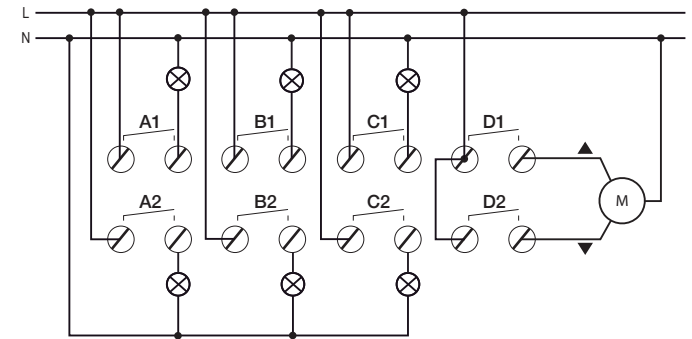
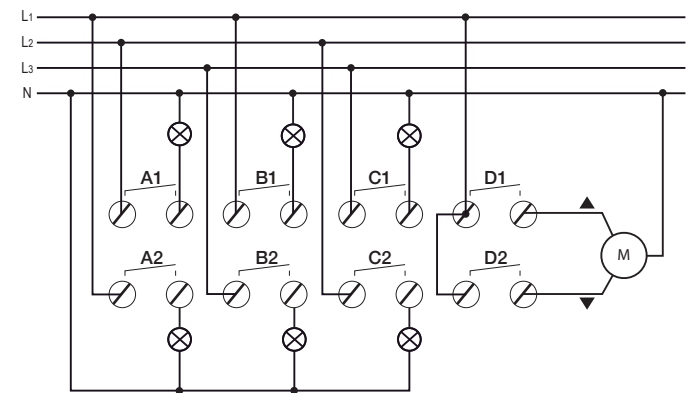

Fig. 2
Fig. 3
Follow the next steps for installation (Fig. 2 & Fig. 3):
- In case of connecting independent loads, it is possible to use different input phases (Fig. 3).
Siga los siguientes pasos para su instalación (Fig. 2 y Fig. 3):
- En caso de conectar cargas independientes, puede utilizar diferentes fase de entrada (Fig. 3).